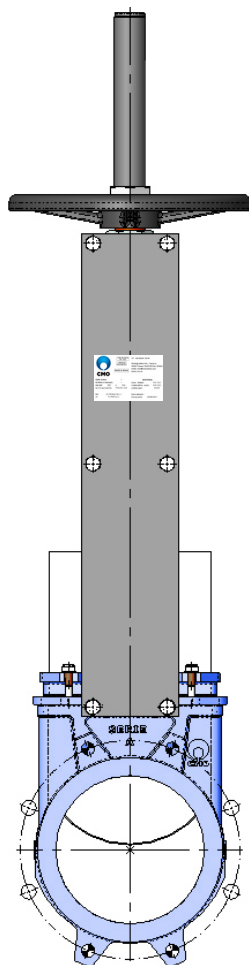

Fig. 15
**EXTENDED SUPPORT PLATES (Fig. 15)**